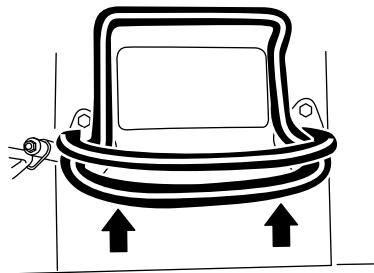

Bild 7
- Bewegen Sie den Fahrertriebshebel nach vorne, um vorwärts zu fahren (Bild 7).